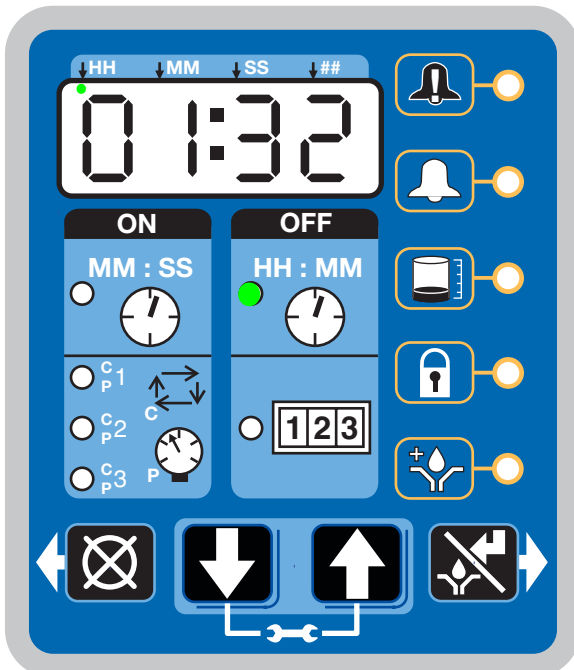

FIG. 28
Una vez completada la configuración, la bomba G3 comienza automáticamente a ejecutar la secuencia de tiempo OFF (Fig. 28).
- El ejemplo mostrado en la Fig. 28 indica un tiempo OFF de 1 hora y 32 minutos antes del inicio del ciclo de lubricación.